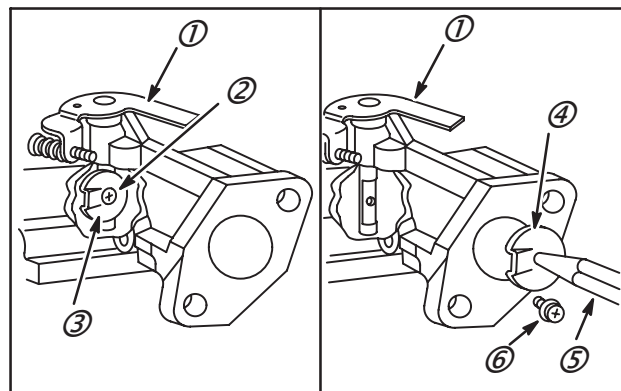

Fig. 84
2. Placer un joint neuf anti-poussière sur l'axe du papillon (1) et le monter dans le corps du carburateur.
3. Installer le papillon (3) dans le corps de carburateur et monter la vis du volet (2), Fig. 84.
4. Avec un crayon ou instrument similaire (5), insérer le pointeau (4) et serrer la vis à empreinte Phillips (6), Fig. 84.